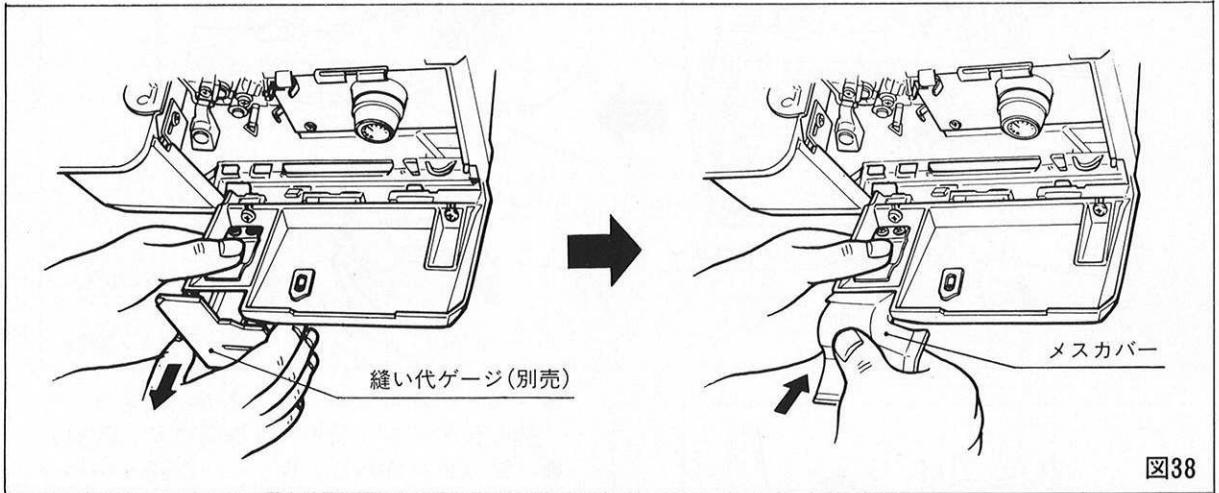

図38
- メスカバー台を開け、縫い代ゲージ(別売)を外して、メスカバーを取付ける。(図38)